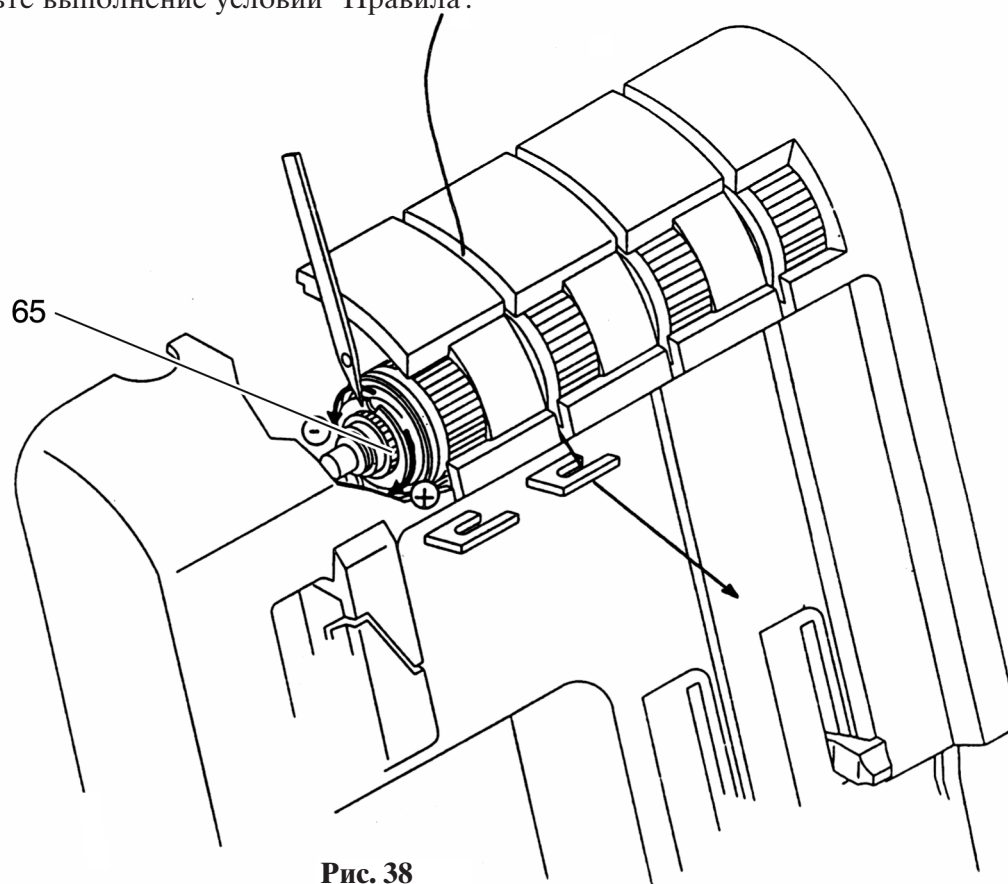

Рис. 38
- Пользуясь иглой, слегка поверните гайку с накаткой 65 в сторону (+) или (-) в зависимости от того, нужно ли увеличивать или уменьшать натяжение (рис. 38).